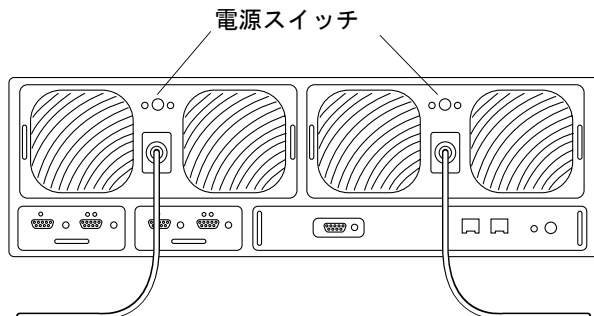

図 11-2 電源スイッチの位置
4. 両方のアレイの電源・冷却装置の電源スイッチを押して、AC 電力の供給を停止します (図 11-2)。